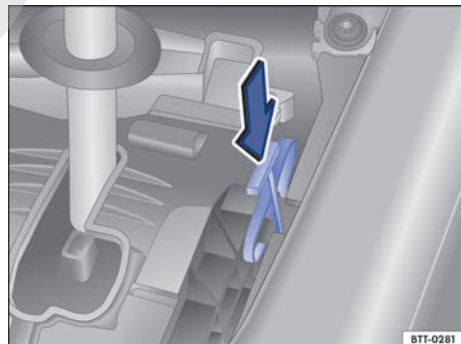

Fig. 140 Desbloqueo de emergencia de la palanca selectora.
- Con la hoja plana del destornillador de las herramientas de a bordo, presione la palanca de desbloqueo con cuidado en el sentido de la flecha y mantenga la palanca en esta posición → fig. 140.